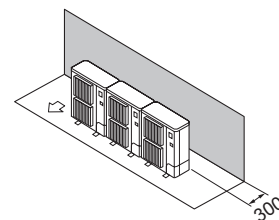

Fig. 2-12
- ① Samo prepreke sa zadnje strane (Fig. 2-12)